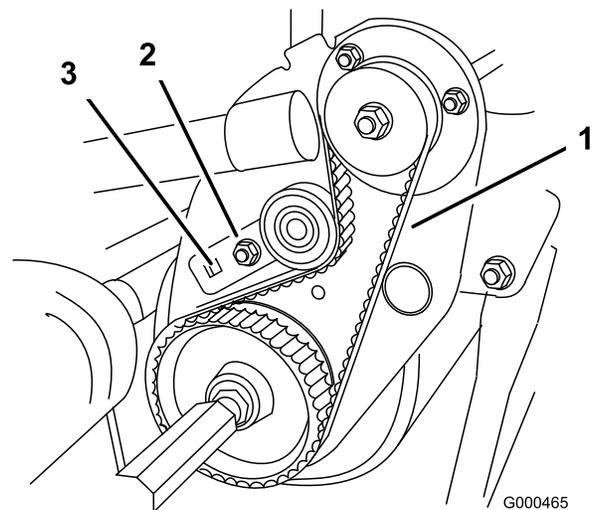

Bild 48
- B. Drehen Sie die Spannscheibenhalterung mit einem 3/8-Zoll-Drehmomentschlüssel mit 3,9 bis 4,5 Nm an, um die Riemen Spannung einzustellen (Bild 48). Halten Sie die Einstellung des Drehmomentschlüssels und ziehen Sie die Befestigungsschraube an der Spannscheibenhalterung an (Die Scheibe wird eingesetzt, um ein Rutschen des Riemen zu vermeiden.). Ziehen Sie den Riemen nicht zu fest an.